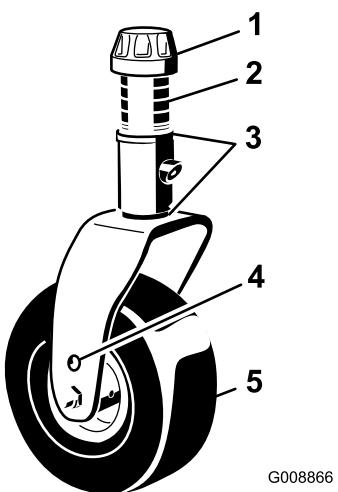
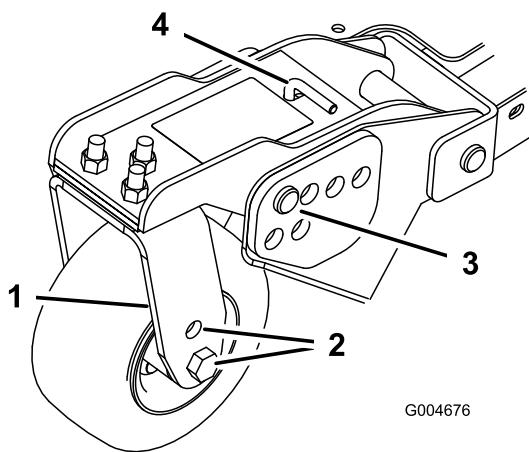
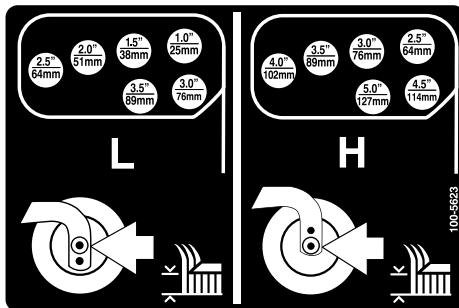

Рисунок 26
Рисунок 28
Рисунок 29
- Поместите оси поворотных колес в одинаковые отверстия во всех вилках поворотных колес (Рисунок 26 и Рисунок 28).
- Снимите колпачковую гайку с вала шпинделя и извлеките шпиндель из рычага поворотного колеса (Рисунок 26).
- Извлеките игольчатые шплинты и шплинтуемые штифты из рычагов поворотных колес (Рисунок 28).
- Поверните натяжную тягу, чтобы поднять или опустить поворотный рычаг до совмещения отверстий с выбранными отверстиями кронштейна высоты скашивания в раме дек газонокосилки (Рисунок 28 и Рисунок 29).